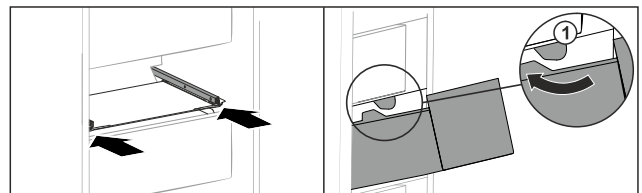

Fig. 154
- ▶ Vezesse el a fiókot az ütközők Fig. 154 (1) körül.